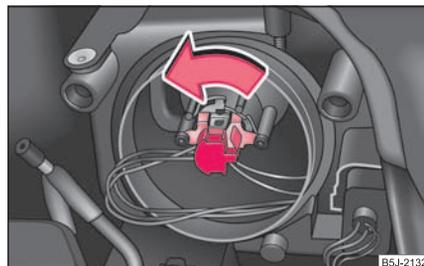

Abb. 213 Ausbau der Glühlampe für Abblend- und Fernlicht
- Beim Scheinwerfer mit Modul (Halogenleuchte H7) ⇒ Abb. 213 den Stecker mit der Halogenleuchte bis zum Anschlag nach links drehen und herausnehmen.